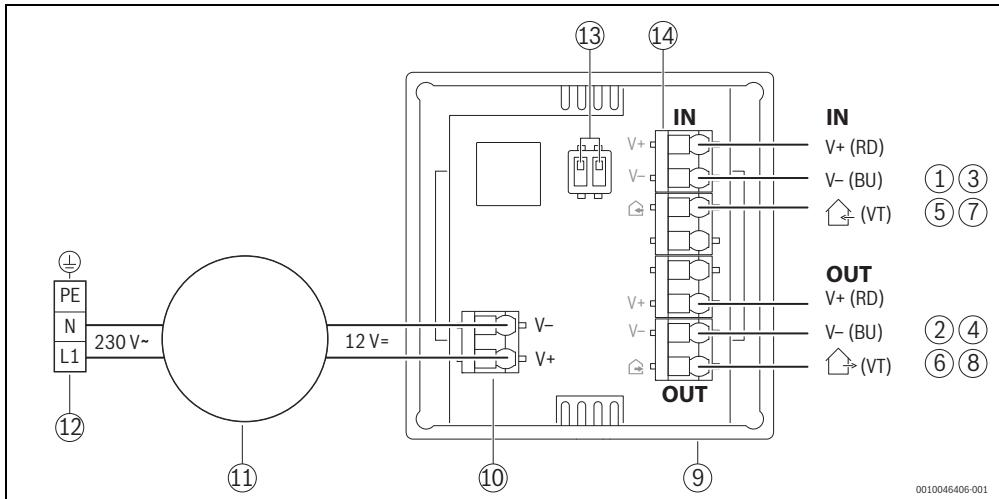
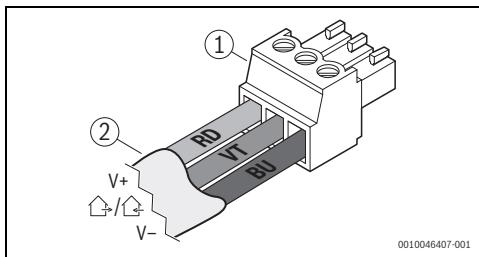

Bild 1
Bild 4
- ▶ LiYY-Kabel mit drei verschiedenen Litzenfarben wählen und jeweils die Anschlüsse RD, BU und VT an Bedieneinheit (→ Bild 1) und Stecker (→ Bild 4) mit Litze der gleichen Farbe verbinden.